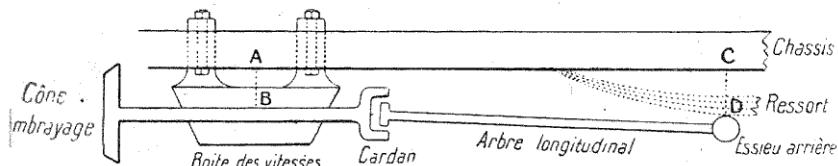

Fig. 178. — Montrant la nécessité d'avoir un arbre à cardan articulé, par suite de la variation de la distance C, D.
A. Transmission par un arbre longitudinal à cardans. — Considérez la figure 178. L'arbre qui sort de la boîte des vitesses va à l'essieu arrière et se termine par le pignon P de la figure 120 où il est représenté en H. Un arbre non articulé serait impossible. Il relie en effet, d'une part, la boîte des vitesses fixée au châssis, et dont la distance AB ne peut varier, à l'essieu arrière qui, lui, ne tient au châssis que par
C'est pour répondre à cette même nécessité que, dans les voitures à arbre longitudinal (fig. 178), cet arbre (la voiture à vide) est légèrement infléchi du côté de l'essieu arrière, de façon que, en charge, il soit horizontal. Mais, ici, les inconvénients d'un écart avec l'horizontale sont beaucoup moindres, parce qu'ils se trouvent répartis sur une longueur bien plus grande.